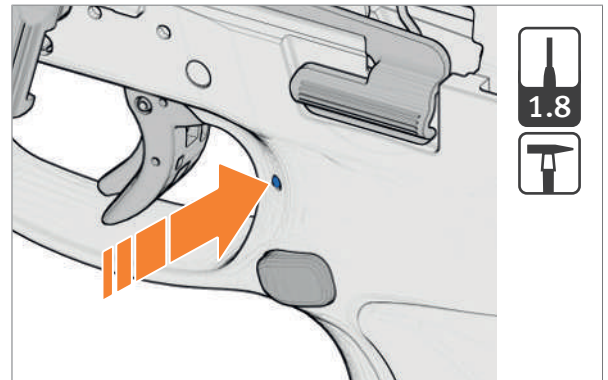

Abb. 32: Spannstift austreiben
2. Bei Waffen mit Spannstift für Magazinhalter: Spannstift mit Durchtreiber austreiben (Abb. 32).